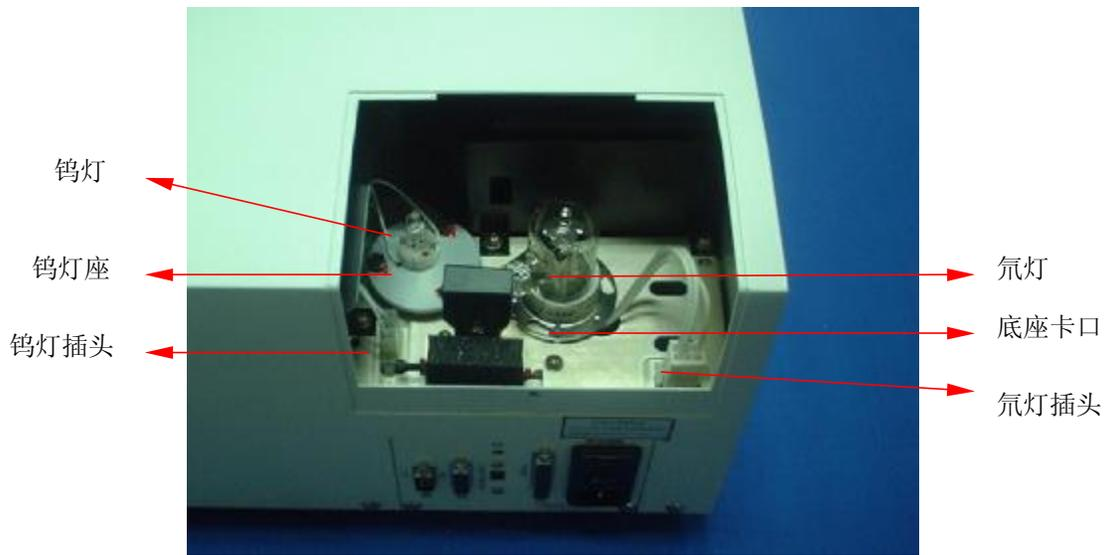

图 4-9 光源室结构
- (3) 钨灯的更换：（参见图 4-9）
- (4) 氙灯的更换：（参照图 4-9）